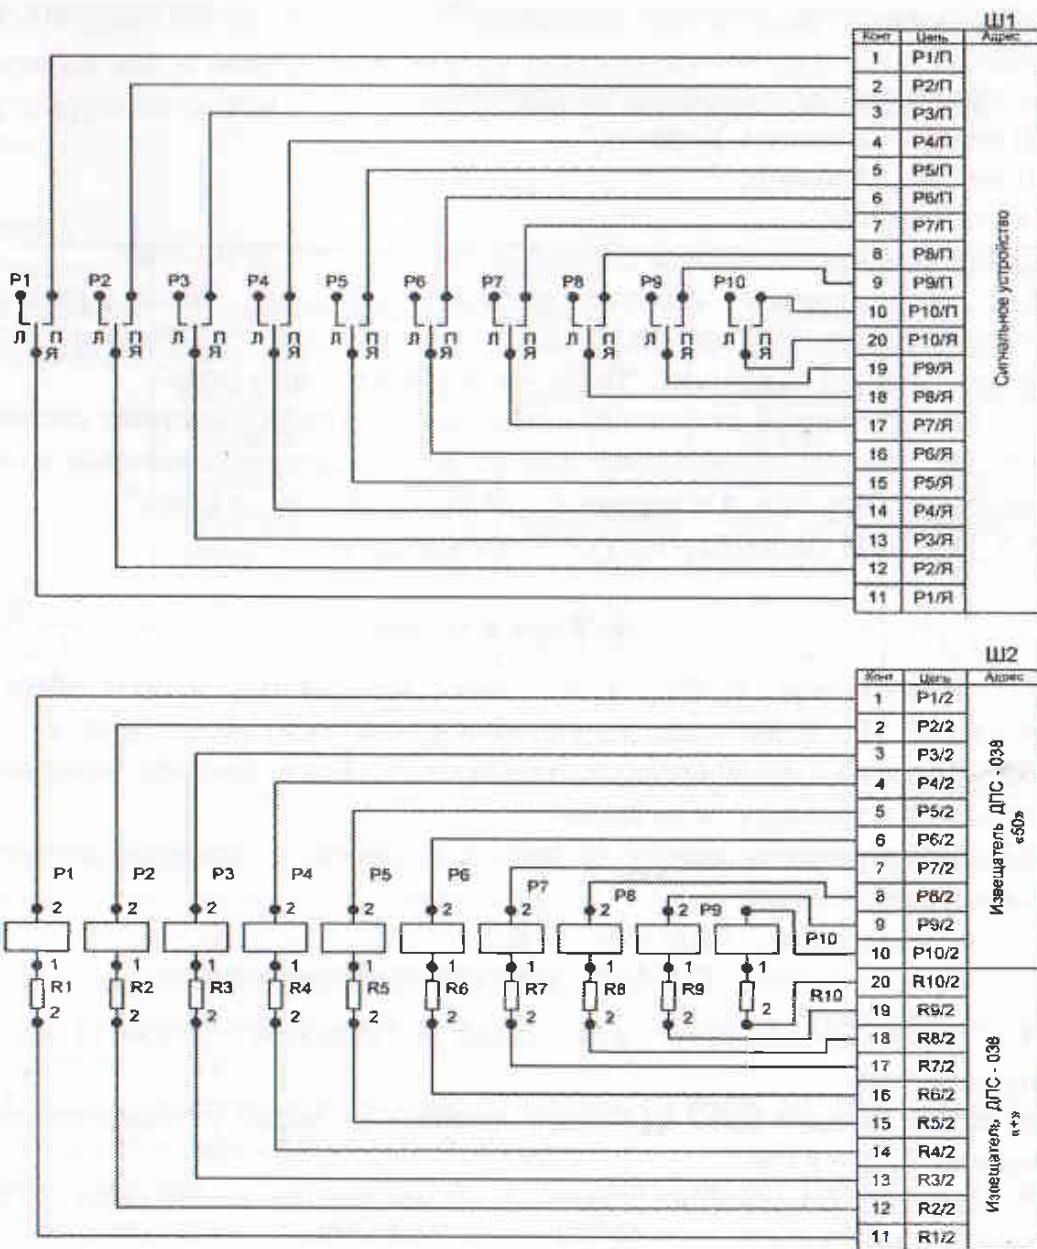

Рис.3. Схема электрическая принципиальная прибора ПИО-017:
4.2.4. Принцип работы ПИО-017 основан на срабатывании реле РПС5 при подаче на его обмотку сигнала об изменении температуры от извещателя ДПС-038. При срабатывании реле РПС5 замыкаются контакты реле, которые включают сигнальное устройство (рис.3).
8.4. Подсоединение проводов от извещателей к ПИО-017 осуществляется через разъем Ш2 (рис.3).
8.5. Подсоединение проводов от контактов реле до сигнального устройства осуществляется через разъем Ш1 (рис.3)
- закоротить провода у извещателя ДПС-038 (см. рис.3);